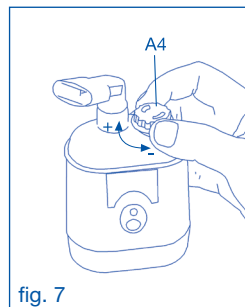

fig. 7
7. Regolate il flusso di erogazione mediante l'apposita manopola (A4); girate in senso orario (posizione +) per curare le alte vie respiratorie oppure in senso antiorario (posizione -) per le basse vie respiratorie (fig. 7).